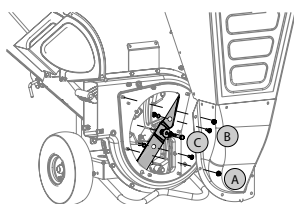

Figura 10
4. Saque las seis tuercas con reborde que sujetan la guía de ingreso de la tolva a la caja del motor. Vea A en Figura 10.
7. Saque los dos tornillos hexagonales internos, las tuercas de seguridad hexagonales y arandelas de seguridad que sujetan la cuchilla de la trituradora al motor. Vea B en Figura 10.
8. Saque el perno hexagonal, la arandela de seguridad y la arandela plana para liberar totalmente la cuchilla trituradora. Vea C en Figura 10.